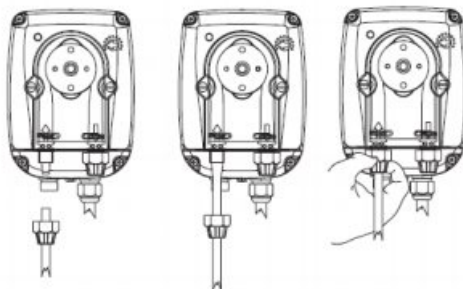

Рис. 6
- d. - Натянуть шланги на соединители, проталкивая их в требуемое установочное положение, а затем закрепить их соответствующими трубными гайками (Рис. 6).